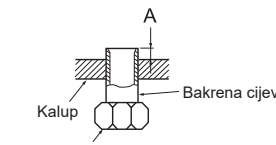

Fig. 5
- Umetnite odvodno crijevo do kraja postolja odvodne posude (krajnji spoj). (Fig. 5)